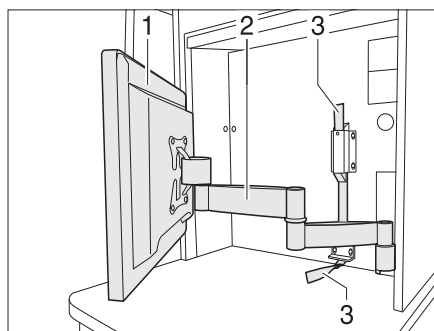

Fig. 59 Ecran plat à bras articulé
- Tirer sur le ruban textile (Fig. 59,3) pour déverrouiller le bras articulé (Fig. 59,2).
- Faire pivoter l'écran plat (Fig. 59,1) dans la position désirée.